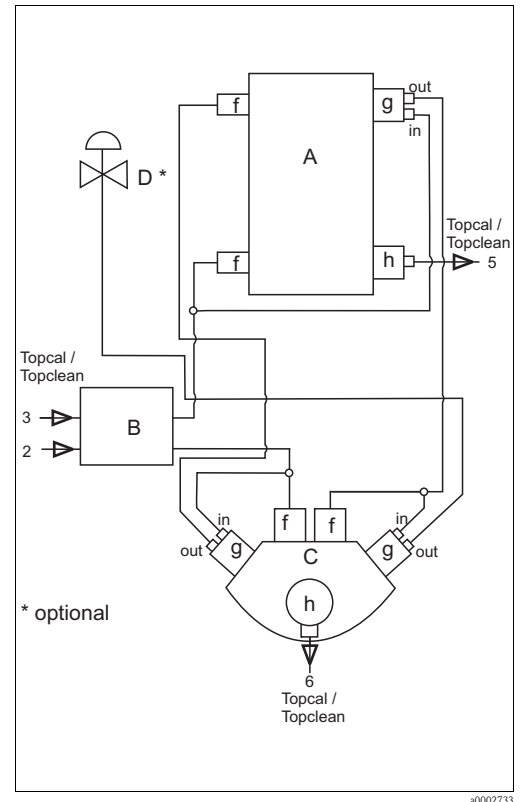

Abb. 16: Verschlauchungsplan
- Ausführung "Elektrische Endlagenschalter": 3 pneumatische und 2 induktive Schalter (s. Abb. 16)
3. Kappen Sie folgende Druckluftleitung (s. Abb. 14, Abb. 16): vom Pneumatik-Anschlussblock, Eingang 6, zum betreffenden pneumatischen Endlagenschalter des Kugelhahnantriebs.
5. Verbinden Sie den dritten Anschluss des Y-Stückes mit dem Druckluftanschluss (2) des Spülkammerauslaufventils.